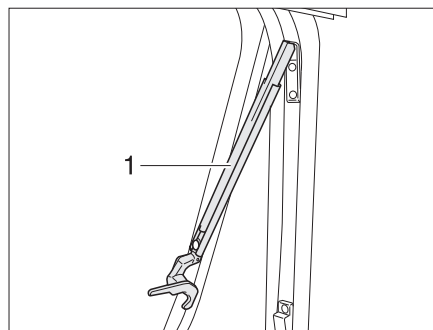

Fig. 61 Fenêtre projetante avec bras automatiques, ouverte
- Ouvrir la fenêtre projetante jusqu'au cran d'arrêt souhaité. Le bras automatique (Fig. 61,1) s'enclenche automatiquement.